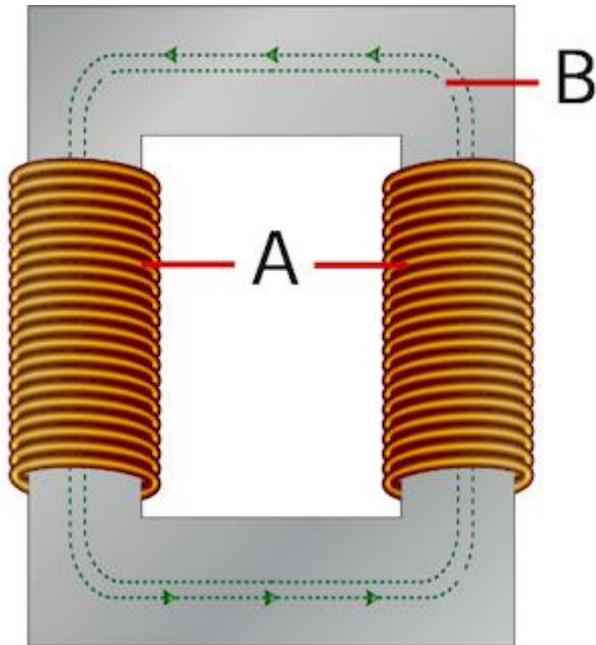

Figure 3 : Transformateur à noyau
- **Transformateur à noyau** : Dans un transformateur à noyau, les bobines primaires et secondaires sont enroulées à l'extérieur et entourent l'anneau du noyau, comme le montre la figure 3.
Dans la construction d'un transformateur à noyau, la moitié de l'enroulement est enroulée autour de chaque branche du circuit magnétique du transformateur (figure 3 étiquetée B). La moitié de l'enroulement secondaire et la moitié de l'enroulement primaire sont placés l'un sur l'autre de manière concentrique sur chaque jambe. Cela permet d'augmenter le couplage magnétique entre les enroulements (figure 3 étiquetée A). Cela permet à pratiquement toutes les lignes de force magnétiques de passer simultanément par les enroulements primaire et secondaire. Cependant, avec ce type de construction de transformateur, un petit pourcentage des lignes de force magnétiques circule à l'extérieur du noyau (connu sous le nom de flux de fuite).